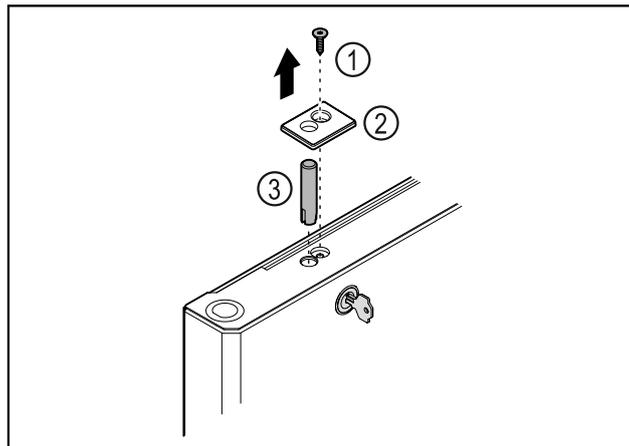

Fig. 43
- ▶ Odvrtite vijak Fig. 43 (1).
- ▶ Odvojite poklopac Fig. 43 (2) malim odvijačem i skinite ga.
- ▶ Izvucite svornjak brave Fig. 43 (3).